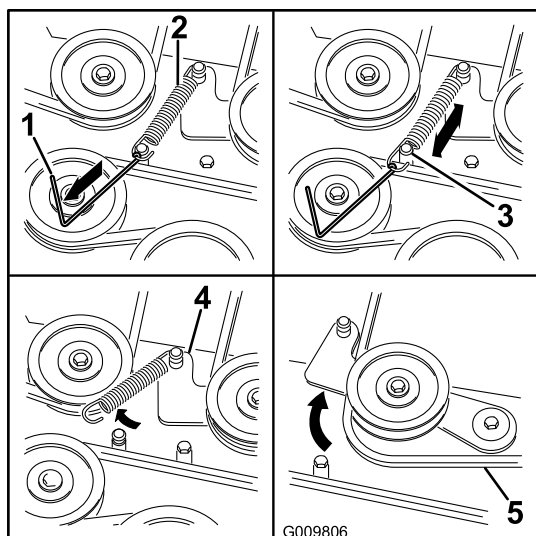

Рисунок 61
7. Используя съемник пружин (№ 92-5771 по каталогу Toro), снимите пружину натяжного шкива со штыря деки, чтобы снять натяжение с натяжного шкива (Рисунок 61).
10. Проложите новый ремень вокруг шкивов газонокосилки и шкива муфты под двигателем (Рисунок 61).
11. Используя съемник пружин (№ 92-5771 по каталогу Toro), установите пружину натяжного шкива на штырь деки и создайте натяжение на натяжном шкиве и ремне газонокосилки (Рисунок 61).